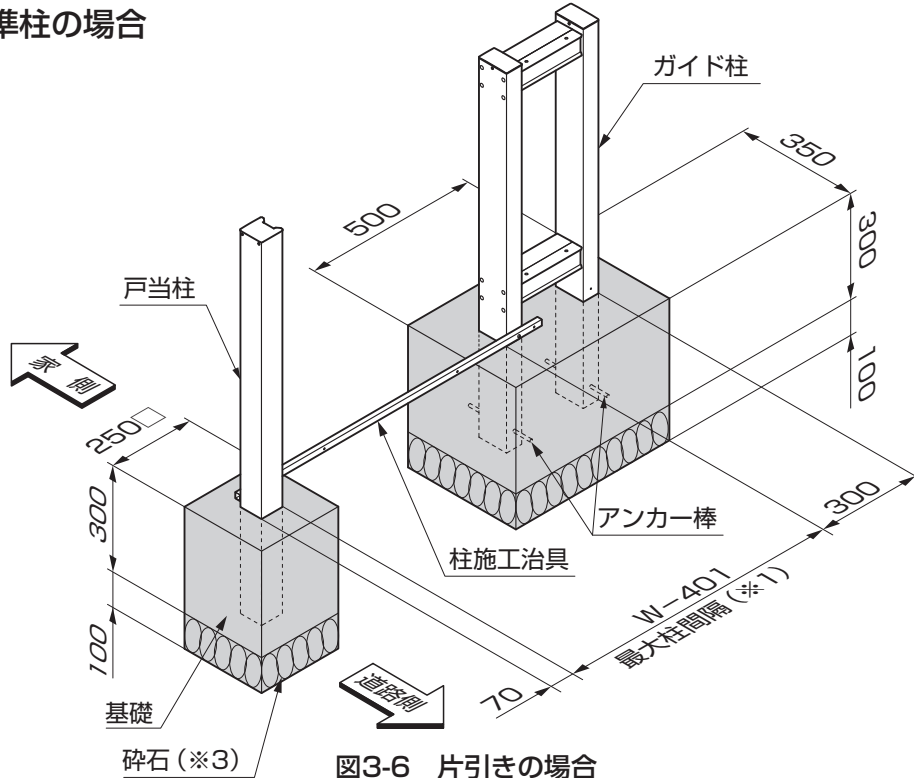
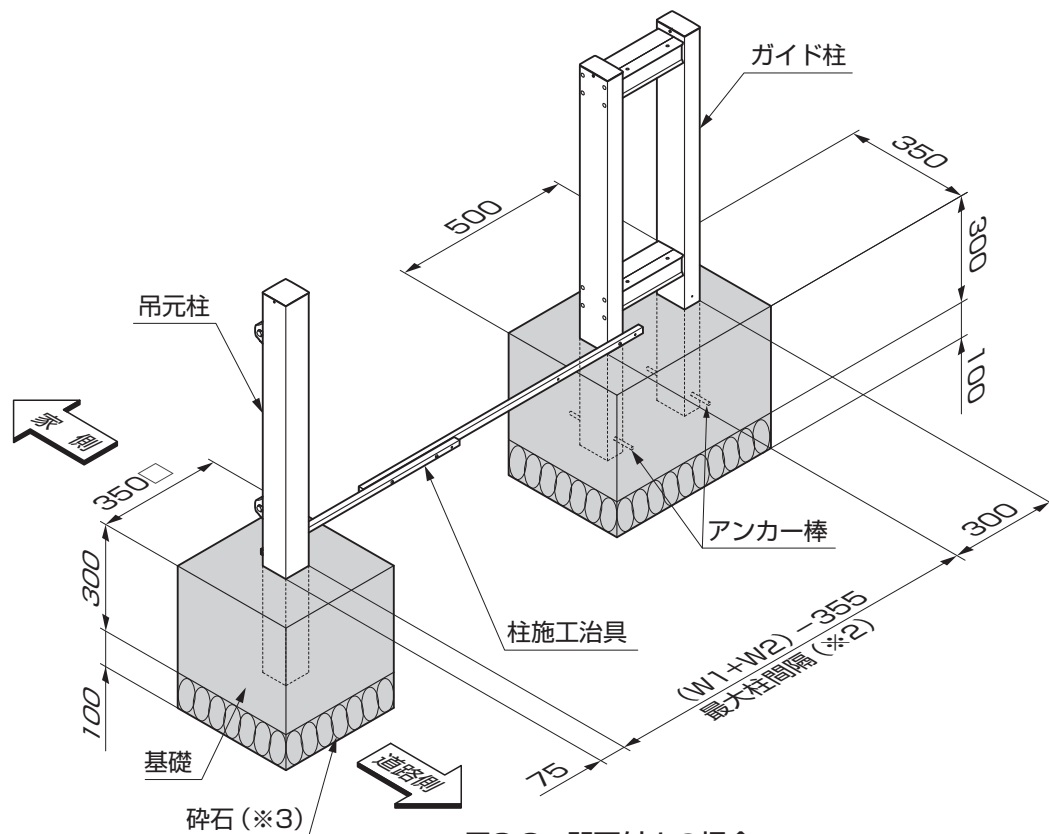

図3-6 片引きの場合
図3-8 開戸付きの場合
- 基礎寸法は指定寸法以上にしてください。(図3-6、図3-8)